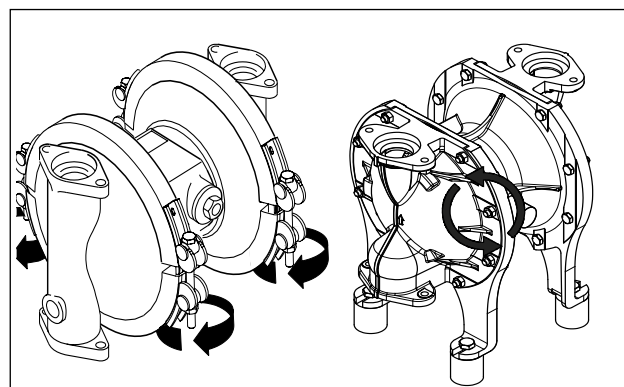

Рис. 9: открывание стяжных хомутов и открывание винтов (при привинченном насосе)
- Ослабьте винты и демонтируйте напорный и всасывающий патрубок (рис. 9).